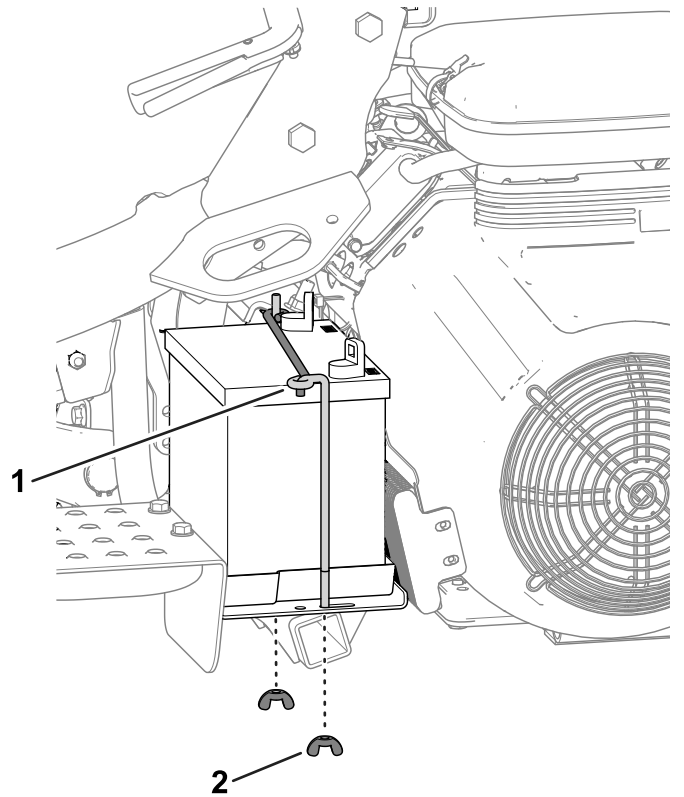

図 45
5. バッテリートレイの上にバッテリーを置き、先ほど取り外した棒と固定具で固定する 図 45。
2. バッテリーをプラットフォームに固定している棒と蝶ナット 図 45 を外してバッテリーを機体から外す。